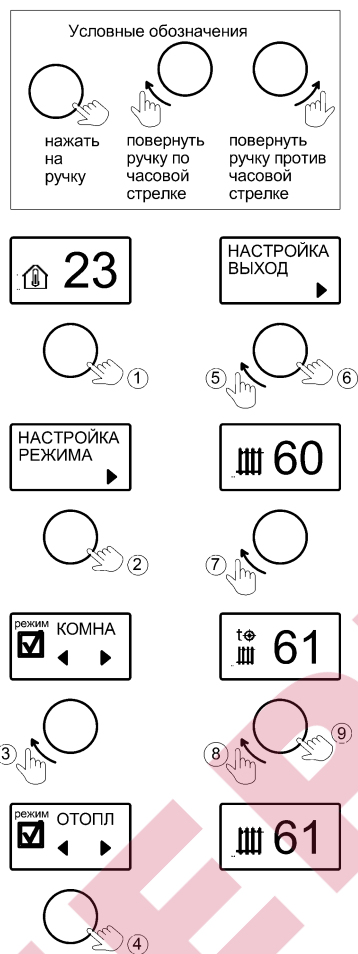

Рисунок 4. Выбор и настройка температуры режима «ОТОПЛЕНИЕ»
**9.1 «ОТОПЛЕНИЕ»** – режим поддержания температуры теплоносителя. Датчики температуры воздуха в алгоритме не участвуют. Заводская настройка температуры теплоносителя **70°C**. Активация режима и настройка температуры показана на рис.4. Температуру можно задать в диапазоне от +8°C до +85°C.
**10.1** Во вкладке «**РЕЖИМ РАБОТЫ**», выбирается основной режим работы котла («ОТОПЛЕНИЕ», «КОМНАТНЫЙ», «УЛИЧНЫЙ») - см. рис. 4, рис.5, рис.6.